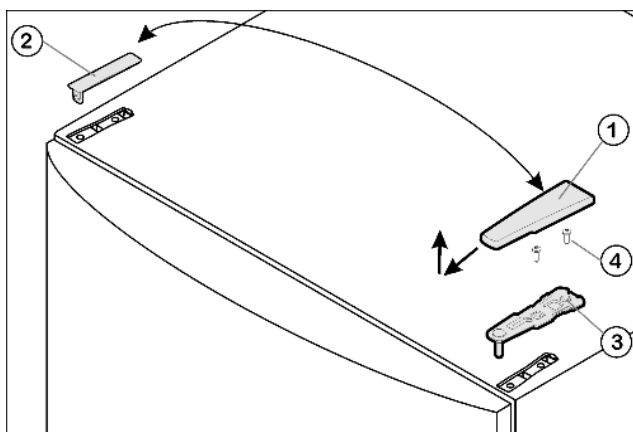

Fig. 4
- ▶ Крышку Fig. 4 (1) снимите движением вперед и вверх.
- ▶ Снимите крышку Fig. 4 (2).
- ▶ Открутите верхний опорный кронштейн Fig. 4 (3)(2 шт. Torx 25) Fig. 4 (4) и вытяните вверх.
- ▶ Установите верхний опорный кронштейн Fig. 4 (3) на новой стороне шарнира и защелкните в дверце.
- ▶ Прикрутите верхнюю опорную подставку (2 шт. Torx 25) Fig. 4 (4). При необходимости просверлите отверстия или используйте аккумуляторную отвертку.
- ▶ Наденьте и защелкните крышку Fig. 4 (1) и крышку Fig. 4 (2) на противоположной стороне снаружи.